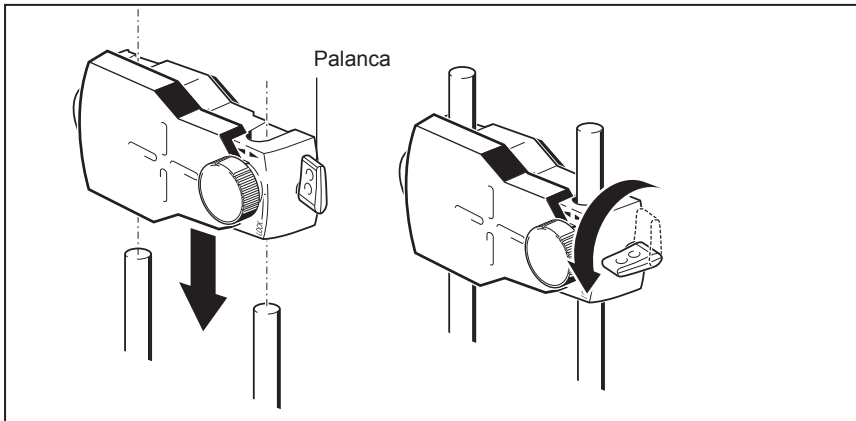

Figura 7-3. Montaje y sujeción del prisma
La perilla amarilla de la parte delantera del prisma le permite ajustar el ángulo horizontal del rayo láser reflejado. Antes de montar el prisma, asegúrese de que esta perilla esté centrada para así permitir el máximo rango de ajuste posteriormente. La parte inferior de la perilla debe estar a nivel con la flecha que se encuentra en la carcasa del prisma (consulte la figura 7-3).
6. Levante la palanca de liberación rápida amarilla del lateral de la carcasa del prisma y, a continuación, deslice el prisma por las varillas de anclaje del soporte derecho. Vuelva a colocar la palanca en su posición horizontal para fijar el prisma en las varillas (véase la figura 7-3).